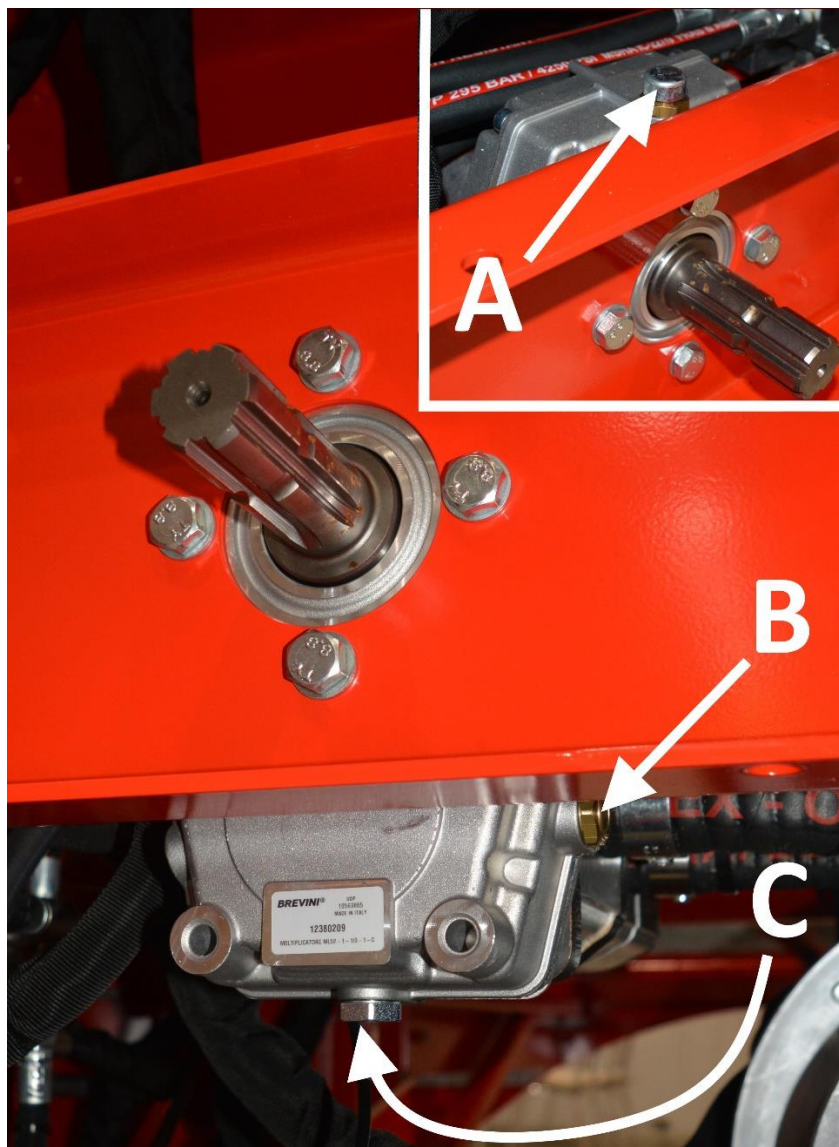

Bild 32.
1. Avlägsna avtappningspropp C på bild 32 och tappa ut oljan i ett lämpligt kärl.
2. Stäng propp C och öppna påfyllningskork A på bild 32.
4. Du kan ännu kontrollera mängden olja genom oljenivåmätare B på bild 32.